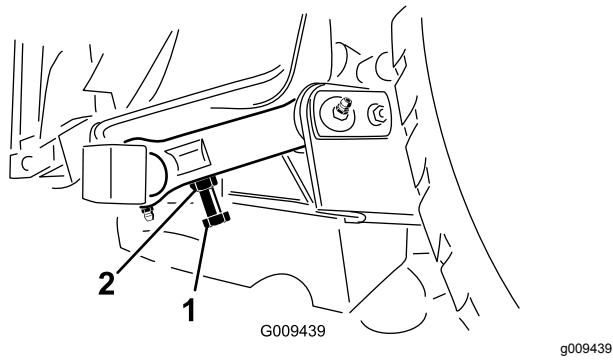

Figura 26
- Para ajustar a distância, localize o parafuso de ajuste existente na ligação articulada posterior da plataforma do cortador (Figura 26).